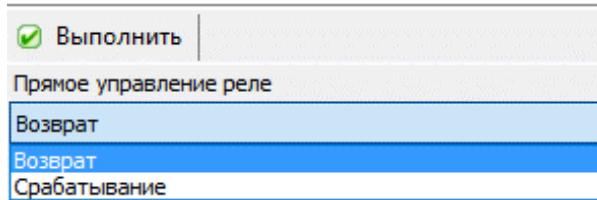
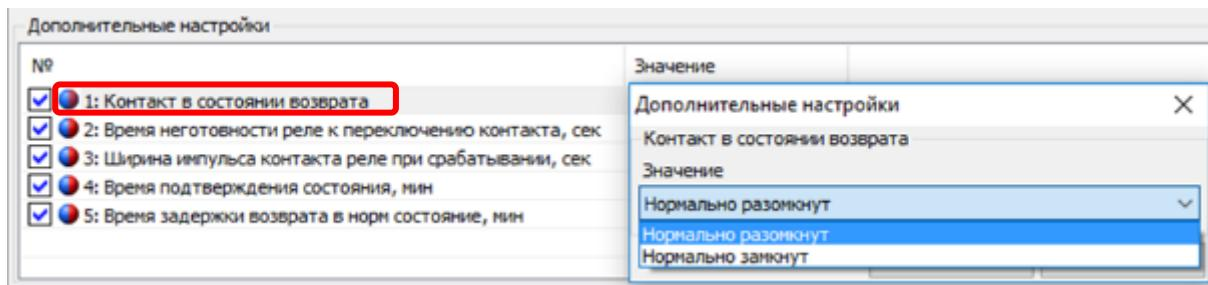

Рисунок 184 – Управление реле.
Рисунок 185 – Настройка состояния контактов реле.
6.9.2 «Контакт реле в состоянии возврата» назначается в ПО AdminTools в разделе «Конфигурация→Реле→Реле сигнализации 1/TM1 /Реле сигнализации 2/TM2 →Дополнительные настройки», (см. рисунок 185).
Т.е. при назначении контактам реле в состоянии «Возврат» – «нормально разомкнут» (см. рисунок 185) и выполнении действий по управлению реле (выбрать из выпадающего списка команду «Возврат»), нажать кнопку «Выполнить» (см. рисунок 184), произойдет размыкание контактов реле.